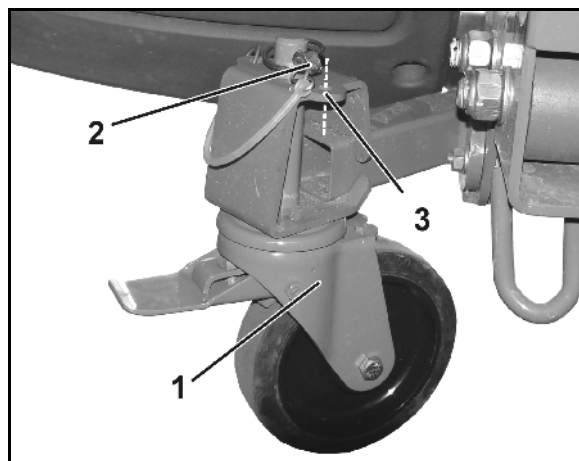

Bild 26
För att förhindra att gödselspridaren rullar iväg är de två styrrullarna utrustade med parkeringsbroms (Bild 26/1).
5. Styrbars bromsrullar fram (Bild 26/1)
- o monteras och fixeras med låssprint (Bild 26/2) eller
När transportrullarna inte används ska låssprintarna sättas i parkeringsläget (Bild 26/3).